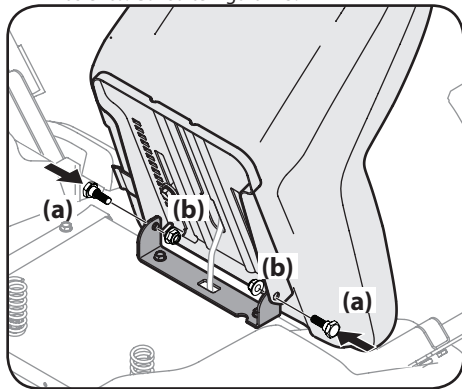

Figura 2-5
3. Gire el asiento hasta la posición deseada y asegúrelo en su lugar con los tornillos de reborde (a) y las tuercas de seguridad con brida (b) que extrajo antes. Tenga cuidado de no doblar o dañar el cableado mientras instala el asiento. Consulte Figura 2-5.